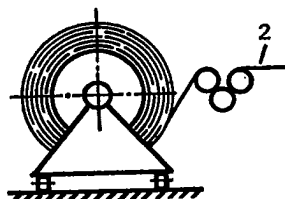

FIGURE 11 / ФИГУРА 11
59.1 by unwinding from a transportable warping drum: See figure 11.
par déroulement à partir d'un tambour d'ourdisage transportable: Voir figure 11.